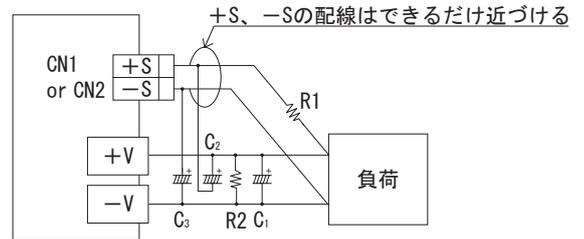

図2.4 リモートセンシングを使用する場合
- リモートセンシングを使用する場合の結線を図2.4に示します。